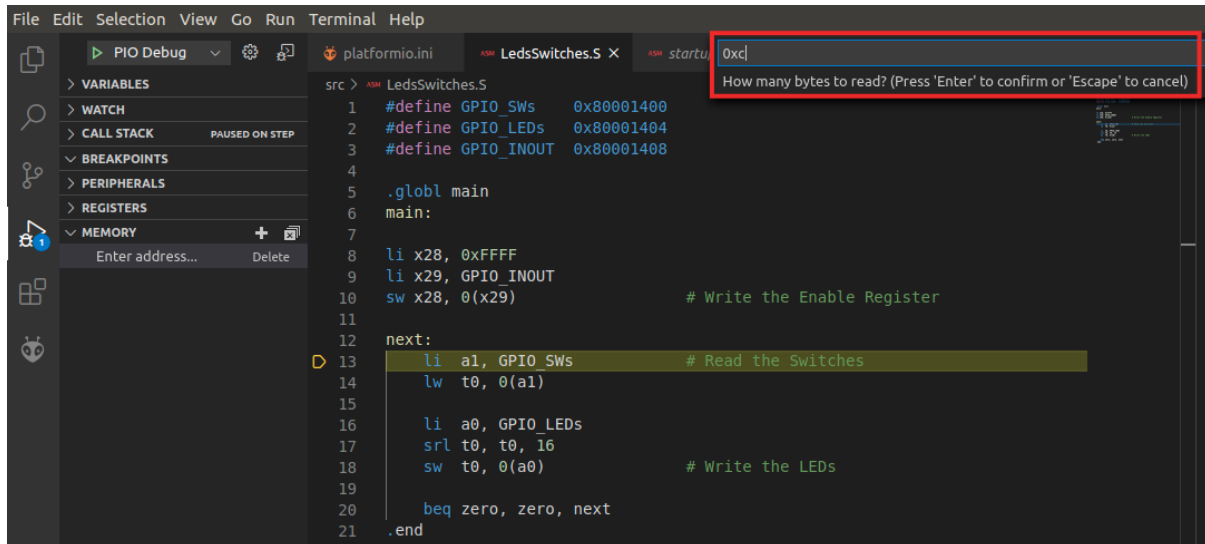

Figura 57. Número de bytes a mostrar
- c. A continuación se solicita el número de bytes que se desean inspeccionar (véase Figura 57), en este caso se inserta el valor de 0xc (se quiere inspeccionar tres registros de Entrada/Salida de 4 bytes, por lo que se necesitan 12 bytes).